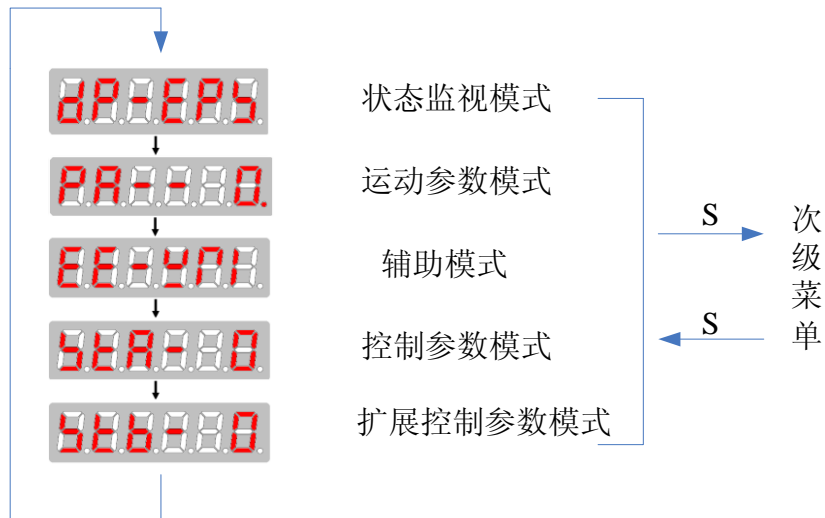

图 6.4 HSV-180US, HSV-180U1S 系列主轴驱动单元主菜单
- 操作按多层操作菜单执行，第一层为主菜单，包括五种操作模式，第二层为各操作模式下的功能菜单。图 6.4 表示主菜单操作框图：